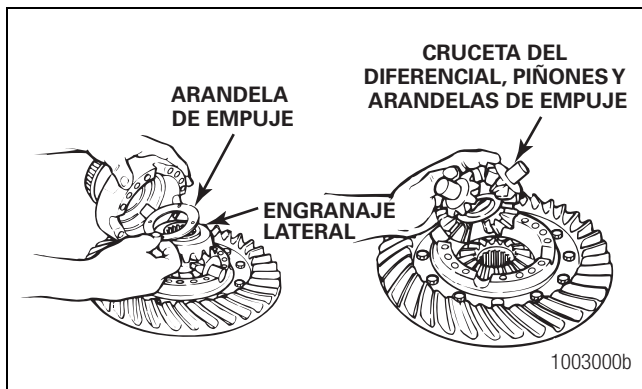

Figura 3.18
4. Separe la cruceta o cruz del diferencial, cuatro piñones satélite, dos engranajes laterales y seis arandelas de empuje del interior de las mitades de la caja. Figura 3.18.